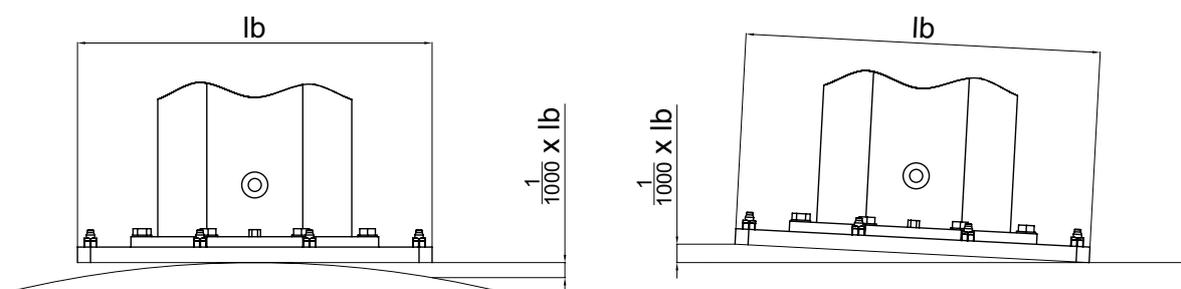

fig.24
- Vérifier que l'inclinaison du plan où l'on souhaite positionner la contreplaque est comprise dans les tolérances indiquées sur la fig. 24 ; sinon, il faut niveler la surface. Ne pas insérer d'entretoises entre le sol et la contreplaque.